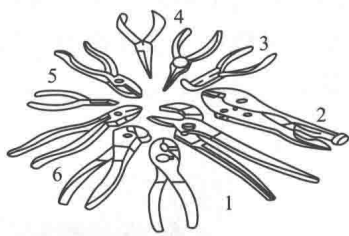

图 1-10 常用钳子类型
(1) 鲤鱼钳和克丝钳 如图 1-10 所示，鲤鱼钳钳头的前部是平口细齿，适用于夹捏一般小零件；中部凹口粗长，用于夹持圆柱形零件，也可以代替扳手旋小螺栓、小螺母；钳口后部的刃口可剪切金属丝。
(2) 尖嘴钳 如图 1-10 所示, 因其头部细长, 所以能在较小的空间内工作, 带刃口的能剪切细小零件, 使用时不能用力太大, 否则钳口头部会变形或断裂。其规格以钳长来表示, 常用 160mm 一种。